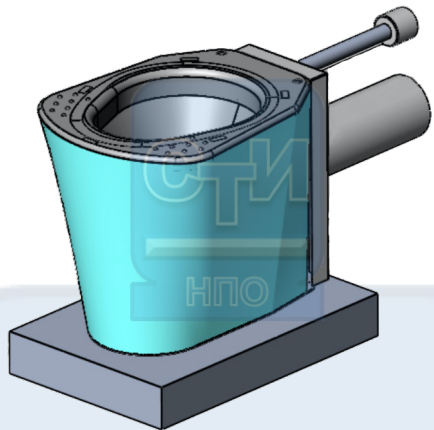

Рис.1
1.1. Унитаз антивандальный тип СТИ.УН.03 с подключением для инсталляции с прямым выпуском (Рис. 1) предназначен для установки с санитарных узлов.